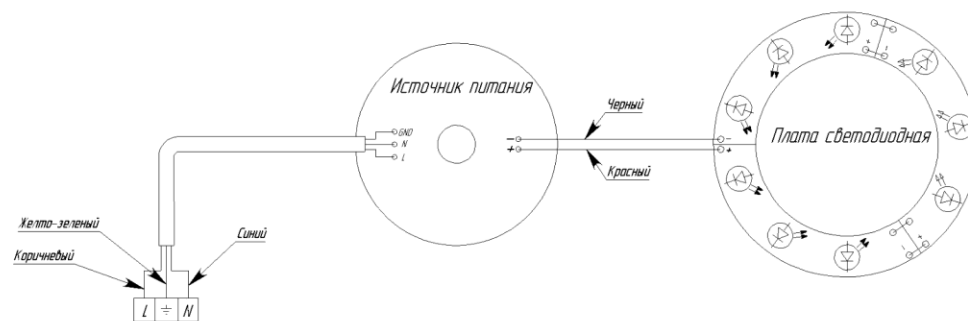

Рисунок 1
5.2 Подключить провода сети к проводам, выходящим из светильника, согласно схеме включения (рисунок 1), при этом нулевой провод сети подключить к синему проводу; фазный провод – к белому проводу, а провод заземления к проводу заземления желто-зеленого цвета.